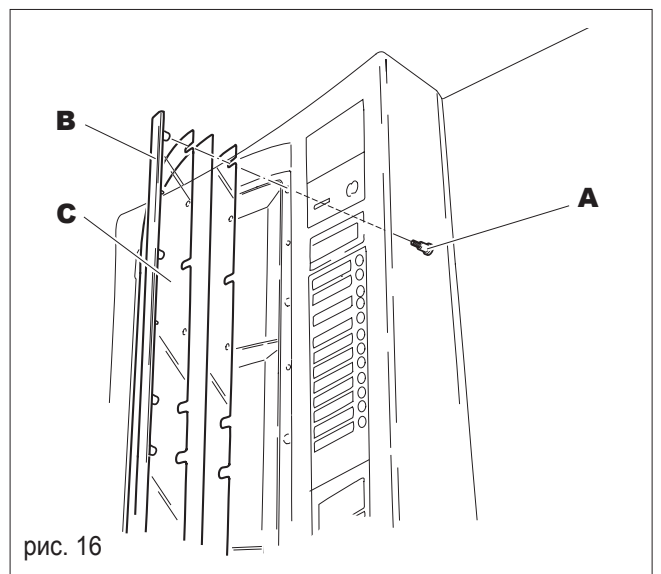

рис. 16
- открутите винты (А, рис. 16), удерживающие правую панель (В, рис. 16) пластикового окна (С, рис. 16);
- приподнимите удерживающую панель (**C**, рис. 16) и вставьте инструкцию пользования;